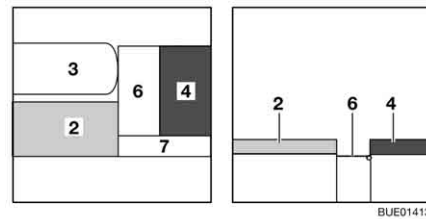
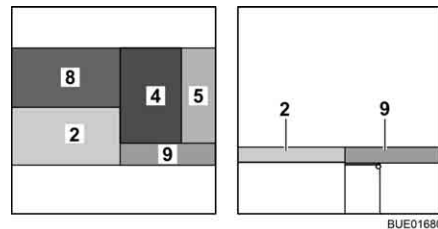

Bild 121 Under ombyggnaden
Bild 122 Efter ombyggnaden
- Haka fast sängbreddningen (Bild 121,7) på sänglådan och på sänglådans förlängning.
- Drag sittdynan (Bild 121,4) till sänglådornas förlängning (Bild 121,6).
- Lägg ryggdynan (Bild 122,5) mellan sittdynan och väggen.
- Lägg extradynan (Bild 122,8) på bordet.
- Lägg extradynan (Bild 122,9) på sängbreddningen (Bild 121,7).